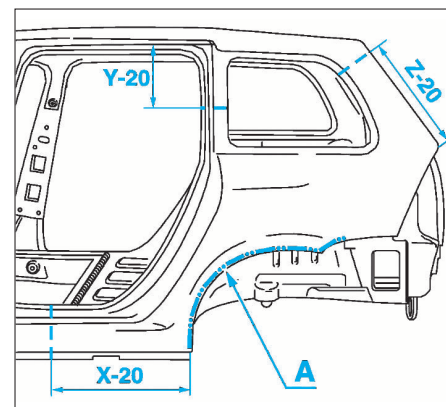

FIG. 132
- Tracer puis découper à l'aide d'une meule épaisseur 1,0 mm (coupe provisoire) (Fig.132).